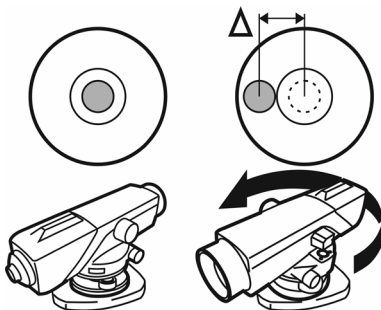

Рис. 8
С помощью подъемных винтов (б) установите пузырек в центр круглого уровня (5) и поверните зрительную трубу на 180° (рис. 8).